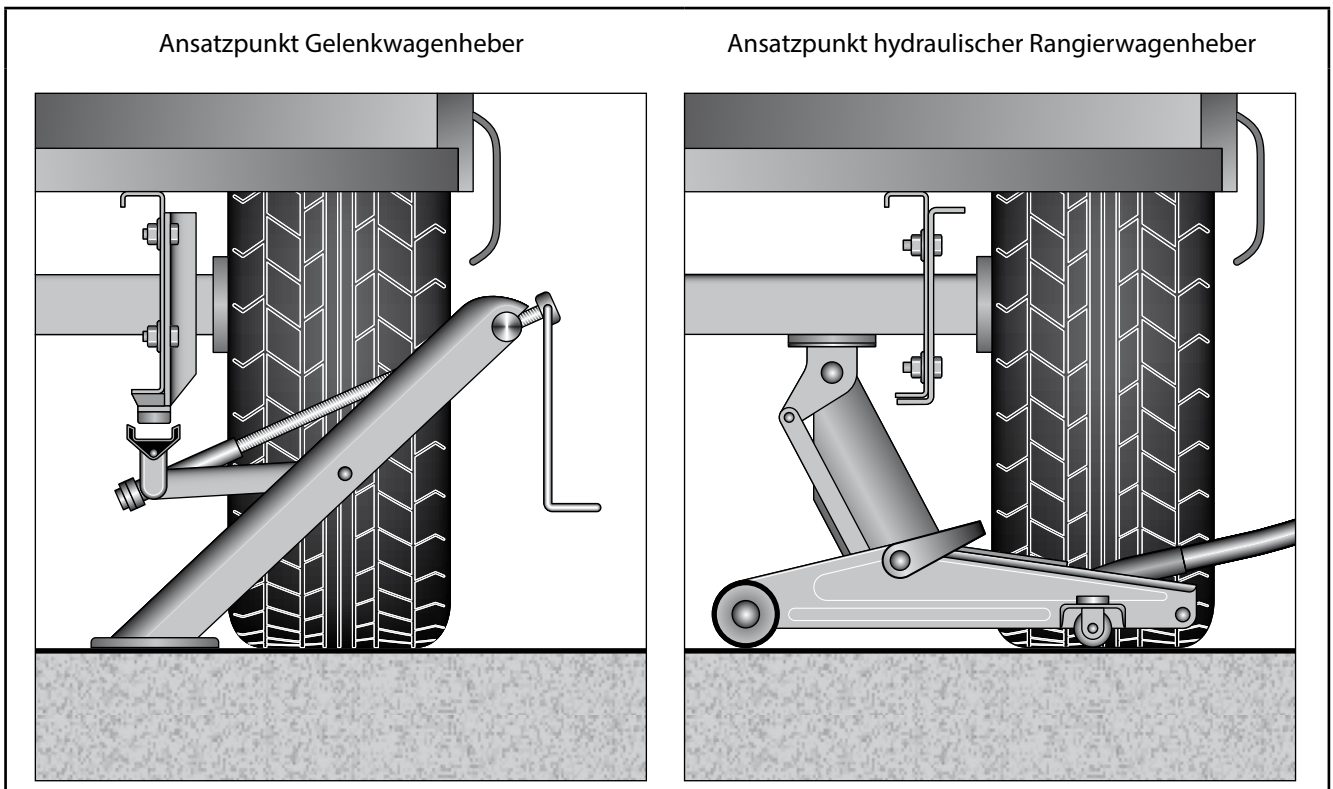

Abb. 48 Caravan aufbocken
4. Der Ansatzpunkt für den Gelenkwagenheber ist die Aufnahmeklaue am Rahmenlängsträger (siehe „Abb. 48 Caravan aufbocken“). Gelenkwagenheber und Radschlüssel sind im Sitzkasten untergebracht.
5. Der Ansatzpunkt für den hydraulischen Rangierwagenheber ist direkt unter der Achse (siehe „Abb. 48 Caravan aufbocken“). Rangierwagenheber und Radschlüssel sind im Sitzkasten untergebracht.